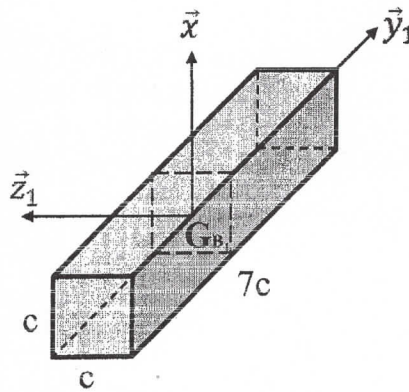

FIGURE 2 – Bras  $B_1$
3. Chaque bras est modélisé par un parallélépipède de dimension  $(c \times 7c \times c)$ . A chaque bras, on associe un repère local  $(O, \vec{x}, \vec{y}_i, \vec{z}_i)$  (exemple :  $\vec{y}_1, \vec{z}_1$  pour le bras  $(B_1)$ , Voir Figure 2).